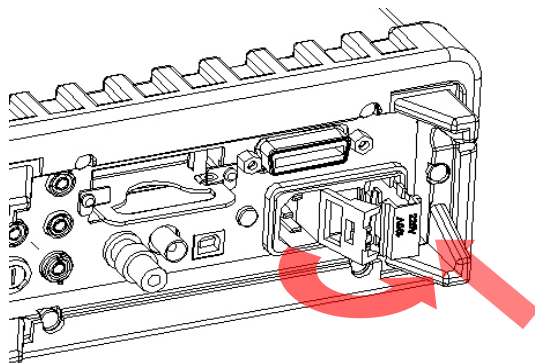

図 2-5
- 【手順 5】 図 2-5 に示すように、電圧設定セクタをソケットに再度挿入し、蓋を閉じます。